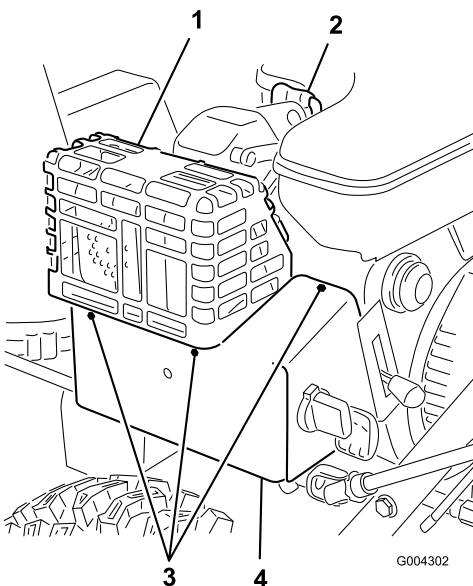

Figure 18
Si vous faites tourner le moteur quand la température ambiante excède 4 C, déposez la boîte de chauffage du carburateur (Figure 18).
1. Débranchez la bougie et éloignez le capuchon pour éviter tout risque de contact accidentel (Figure 18).
4. Enlevez les fixations de la boîte de chauffage du carburateur (Figure 18).
1. Branchez la bougie (Figure 18).